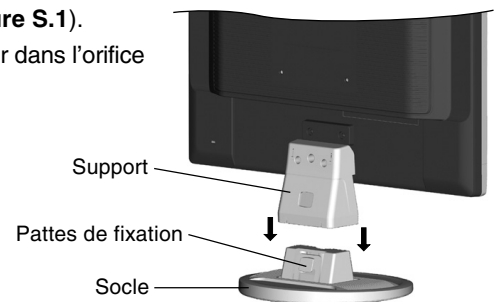

Figure S.1
1. Introduire l'avant du support du LCD dans les trous à l'avant du socle (**Figure S.1**).
2. Fixez le socle au support. Le loquet de verrouillage du socle doit venir s'insérer dans l'orifice au dos du support (**Figure S.1**).